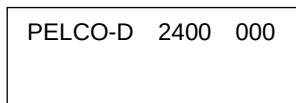

Fig 3.1.2
- B. Al completamento dell'auto-rilevamento: vengono acquisiti automaticamente i parametri correnti e il contenuto della seconda riga sul display LCD viene cancellato. Sulla prima riga del display LCD viene visualizzato "PELCO-D 2400 000". Tali parametri corrispondono rispettivamente al protocollo di comunicazione, alla relativa velocità di trasmissione in baud e all'indirizzo, come indicato in Fig 3.1.2.